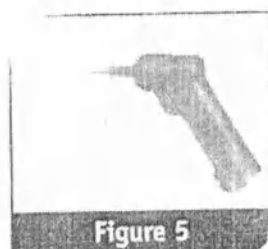

Figure 5
7. Снимите предохраняющий колпачок с иглы, установленной на драйвере (см. рисунок 5)